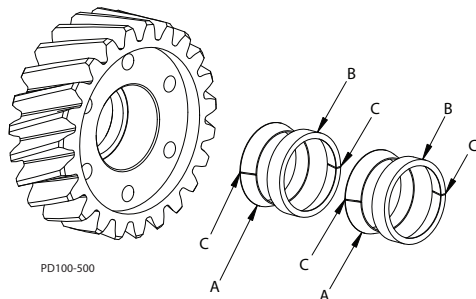
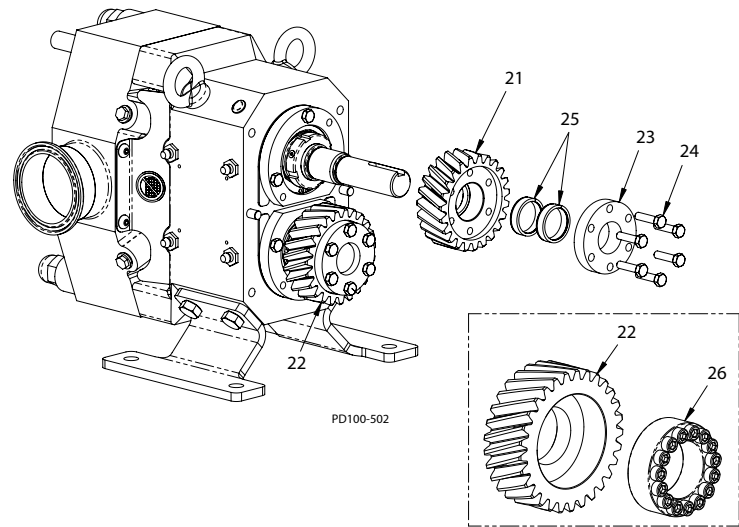

Figura 60 - Montagem do Elemento de Bloqueio
Figura 61 - Montagem da Engrenagem
2. Monte a engrenagem (Figura 61, item 22) e os componentes de bloqueio sobre o eixo intermediário.
- Para os modelos 0100 - 0300, isto refere-se aos elementos de bloqueio (Figura 61, item 25), aos parafusos de fixação (item 23), e aos parafusos (item 24).
- Para os modelos 0670 - 3450, isto refere-se à montagem de bloqueio (Figura 61, item 26 (suplemento)).
3. Os elementos de bloqueio (Figura 61, item 25, detalhados em Figura 60) consistem de um anel interno de fenda e um anel externo de fenda. Para o desempenho apropriado, os elementos devem ser montados na seguinte ordem: anel interno (A), anel externo (B), anel interno (A), anel externo (B); com as fendas nos anéis (item C) escalonadas com separação de 180° como apresentado em Figura 60.
8. Monte a engrenagem (Figura 61, item 21) e os componentes de bloqueio sobre o eixo da unidade.